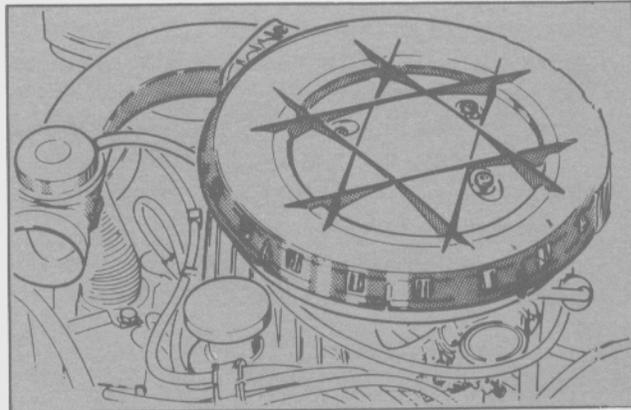

Fig. 63 - Instalación del filtro de aire
- Instalar el filtro de aire (Fig. 63).